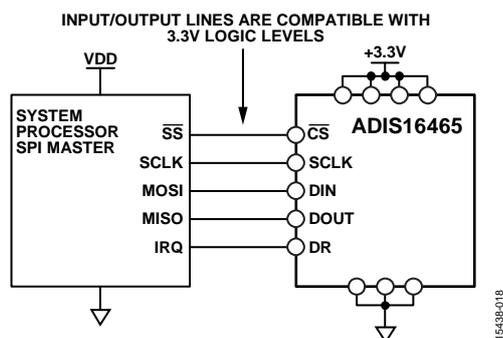

図 18. 電気接続図
SPI は、ユーザ・レジスタへのアクセスを可能にします (表 8 参照)。図 18 に、ADIS16465 と SPI マスター・デバイス間の最も一般的な接続を示します。マスター・デバイスは、多くの場合、SPI 互換のインターフェースを持つ組み込みプロセッサです。この例では、SPI マスターは割込みサービス・ルーチンを使用して、データ・レディ (DR) 信号パルスを受信するたびにデータを取得します。